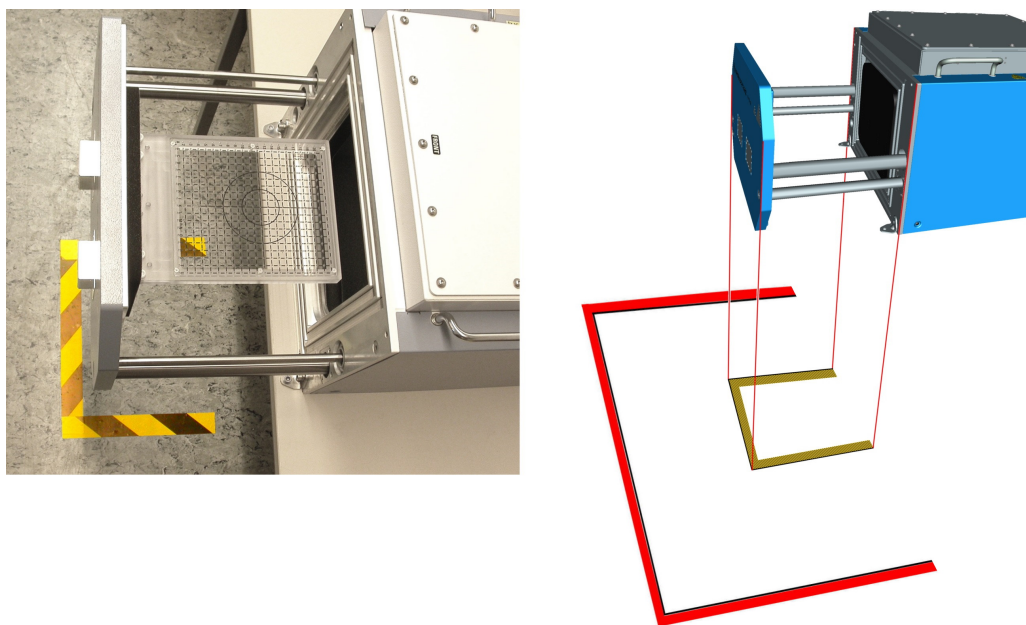

図 6-11: 地面に印が付けられたアクセス制限ゾーン
オペレーターは、ドアゾーンに立ち入らなくても容易に制御ユニットに手が届く必要があります (図 6-11 を参照)。
5. チャンバーの開いているドアの下の地面にドアゾーンの印を付けます(図 6-11を参照)。
8. 地面のドアゾーンの外側 1 m の距離に、作業ゾーンの印を付けます。図 6-11を参照してください。